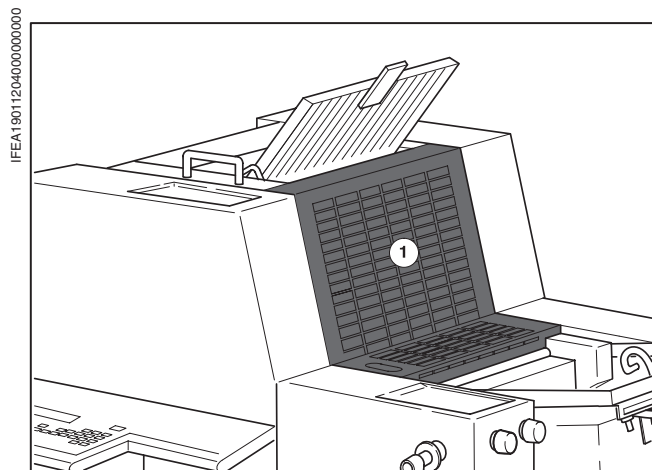

Рис. 12 Откройте защитное ограждение перед офсетным цилиндром
- ❶ Откройте защитное ограждение перед офсетным цилиндром (Рис. 12/❶).